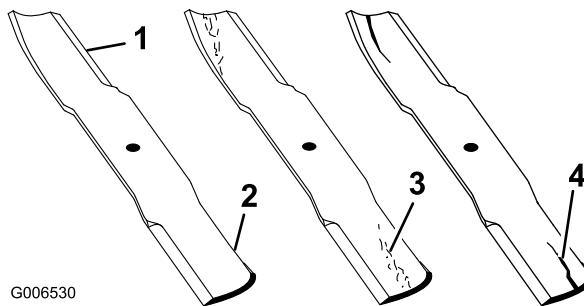

Figure 47
1. Examinez le tranchant des lames (Figure 47). Si les lames ne sont pas tranchantes ou si elles présentent des indentations, déposez-les et aiguisez-les (voir Aiguiseage des lames).
2. Inspectez les lames, surtout la partie relevée (Figure 47). Remplacez immédiatement toute lame usée, endommagée ou qui présente une entaille (repère 3 de la Figure 47).